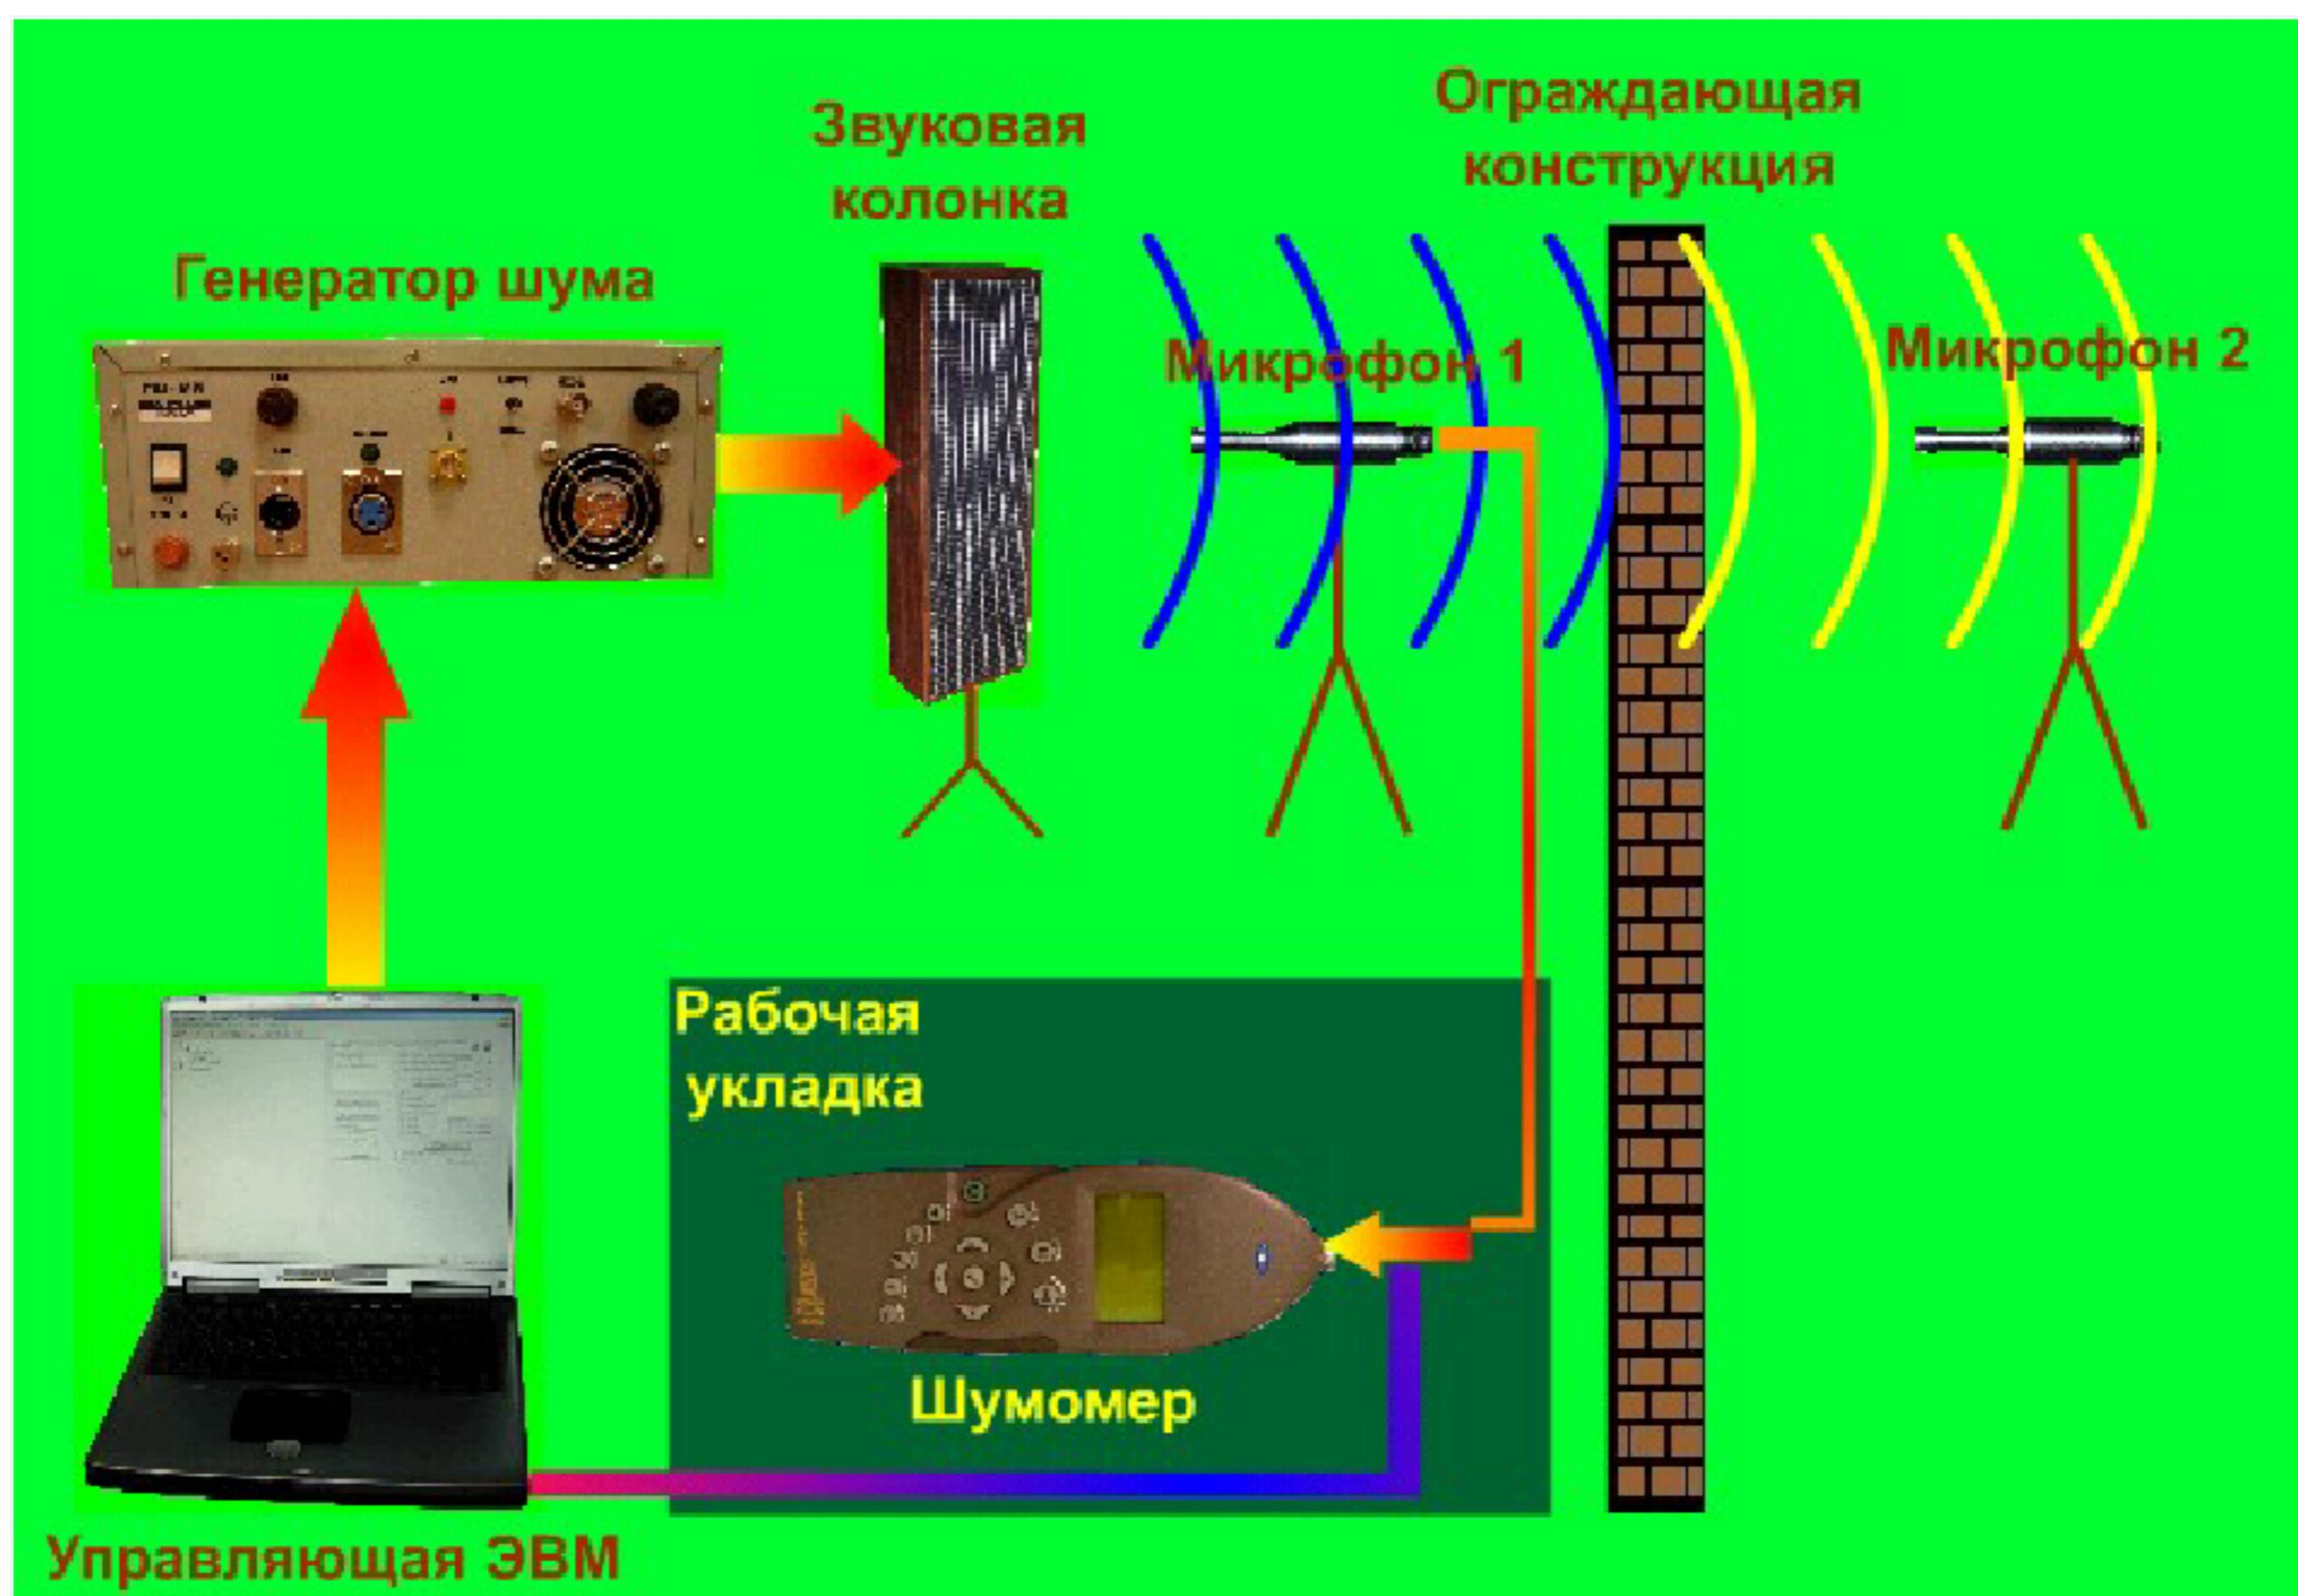

Рис. 5. Структура системы «Шепот» на этапе измерения уровня тест-сигнала
1) Генератор тестового сигнала «Шорох-2МИ» по командам от компьютера формирует с помощью акустического излучателя (звуковой колонки) шумовой тест-сигнал в пяти октавных полосах, который принимается микрофоном 1 (рис.5).